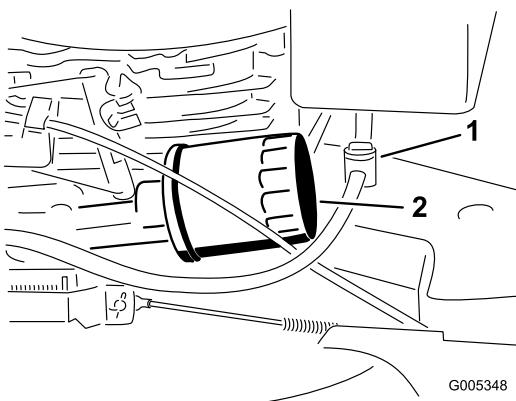

Рисунок 27
5. Поместите ветошь под масляный фильтр для сбора масла, которое может вытечь при снятии фильтра (Рисунок 27).
- Закройте топливный клапан (Рисунок 27).